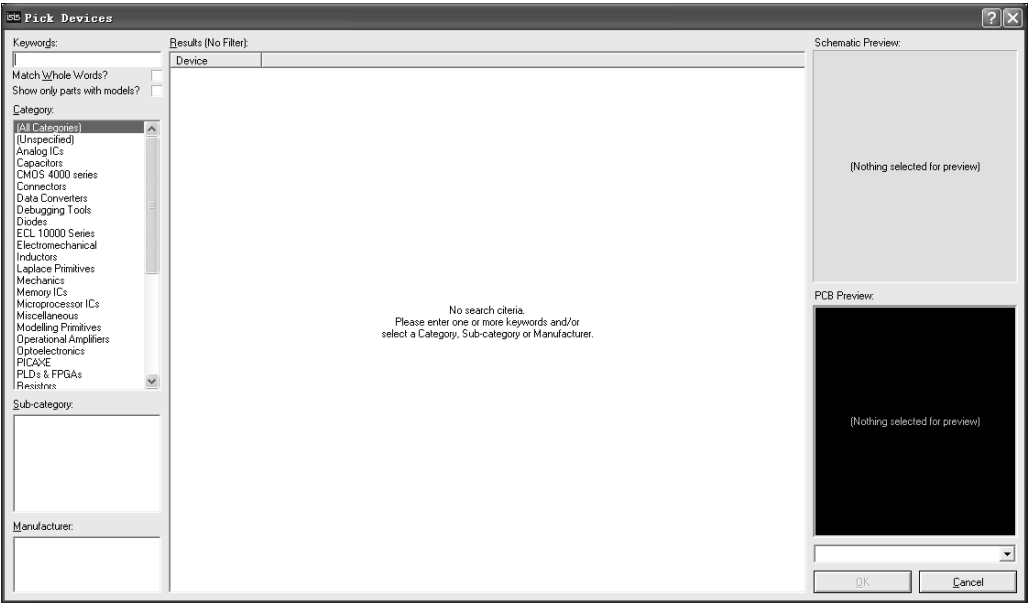

图 1-32 元件选择对话框
(3) 电路元件选择。单击 Component Mode，弹出如图 1-32 所示元件选择对话框。